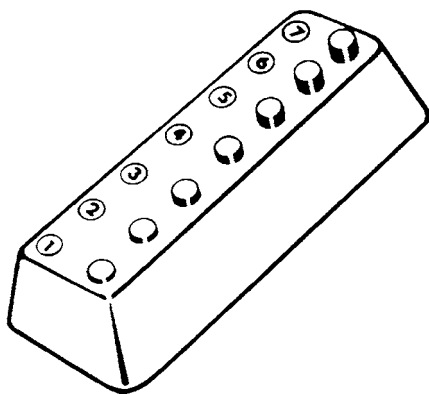

Рис. 5.24. Декодер тубулярного ключа помогает определить глубину вырезов (С разрешения компании A-1 Security Manufacturing Corp.)
- ☐ Декодер для тубулярных ключей (рис. 5.24)